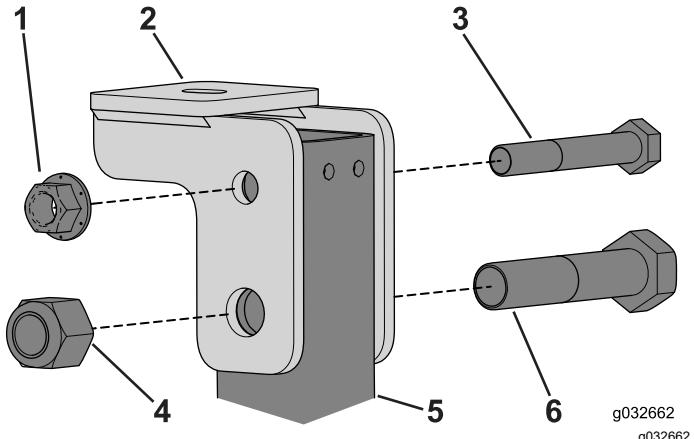

Figure 111
- Retirez les boulons qui fixent le support de la cabine au tube du système ROPS à l'arrière du cadre de la cabine (Figure 111).